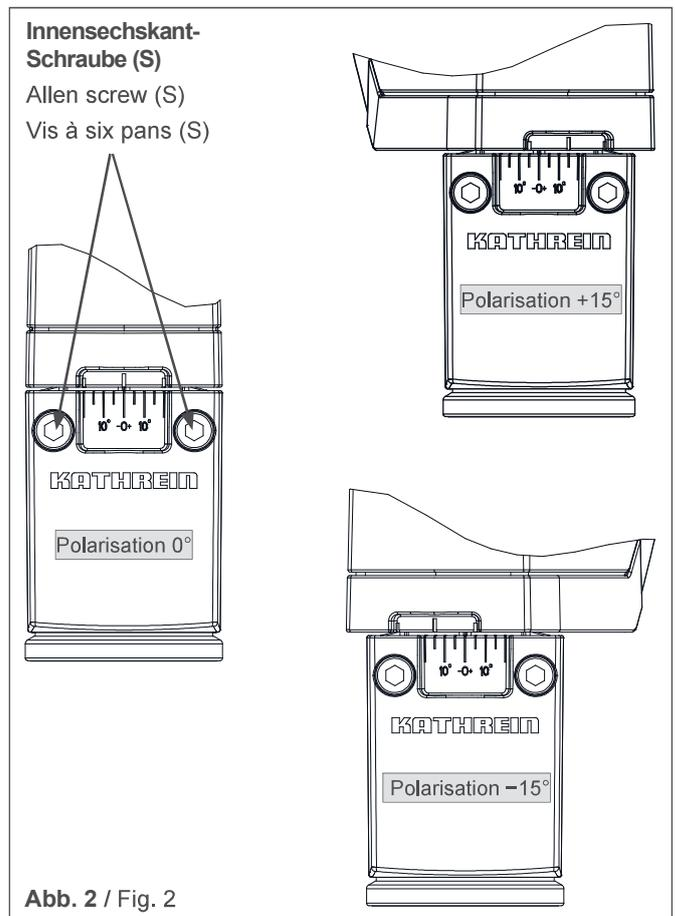

Abb. 2 / Fig. 2
Polarisations-Voreinstellung (Abb. 2)
1. Beide Innensechskant-Schrauben (S) lockern.
2. Durch Drehen des Speisesystems die Referenzmarke auf den Wert lt. Polarisations-Voreinstellungs-Tabelle einstellen (siehe Abb. 2)
3. Die Innensechskant-Schrauben (S) gleichmäßig im Wechsel festziehen. Anzugsdrehmoment: Max. 4,5 Nm.
Setting the polarisation (Fig. 2)
1. Loosen both Allen screws (S).
2. Turn the feed system to set the reference mark to the value given in the polarisation pre-setting table. (see fig. 2)
3. Tighten the Allen screws (S) evenly, alternating between both. Torque: max. 4.5 Nm.
Ajustage de la polarisation (Fig. 2)
1. Desserrer les deux vis à six pans creux (S).
2. Tourner le système d'alimentation pour régler le repère de référence sur la valeur indiquée dans le tableau de préajustage de la polarisation (voir la fig. 2)
3. Serrer les vis à six pans creux (S) de manière homogène en alternance. Couple de serrage : maxi. 4,5 Nm.